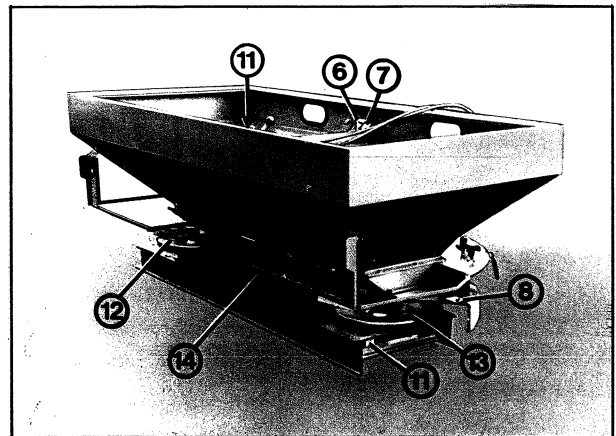

Bild 2:
2. Innen- und Außenschutzrohr gleichmäßig kürzen (Bild 2).